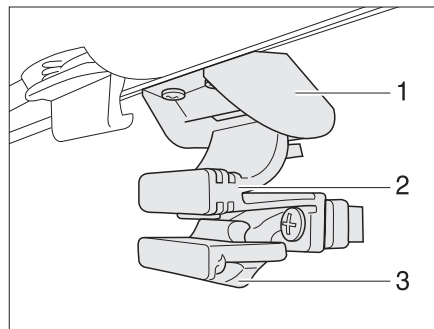

Fig. 53 Ventana en la puerta de entrada
Abrir la ventana: ■ Empujar el seguro (Fig. 53,3) hacia abajo.
■ Apretar tirador (Fig. 53,2) y empujar la ventana hacia abajo.
Cerrar la ventana: ■ Empujar la ventana hacia abajo, hasta que el tirador (Fig. 53,2) engatille en el bloqueo (Fig. 53,1).